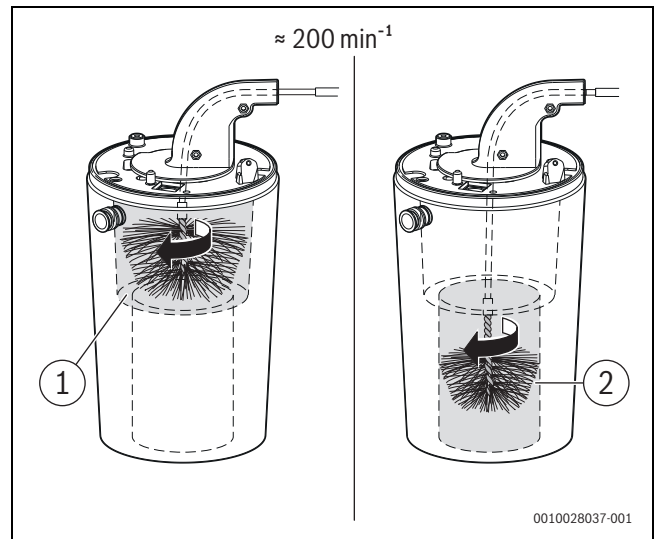

Рис. 148 Очистка теплообменника (ок. 200 min-1, только правое вращение)
- Повторите действия с малой щеткой для нижней области (→ рис. 148, [2]).